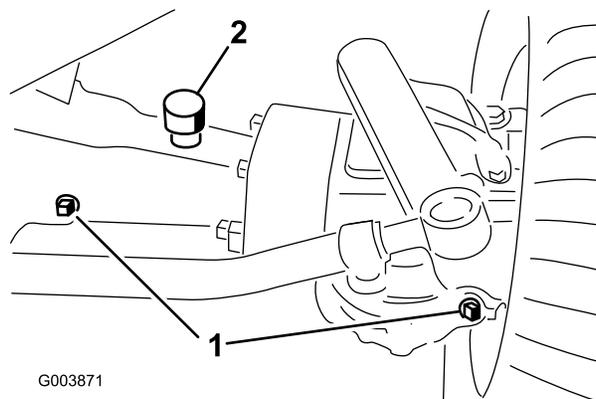
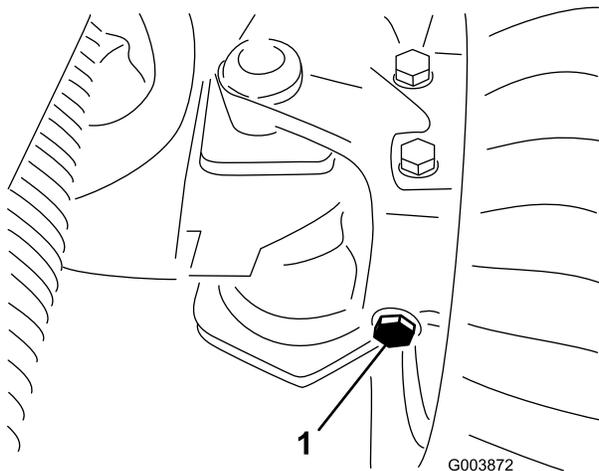

Figura 29
Figura 30
2. Togliete i tre tappi di controllo dal ponte posteriore (Figura 29 e Figura 30) e verificate che il lubrificante raggiunga la base di ciascun foro.